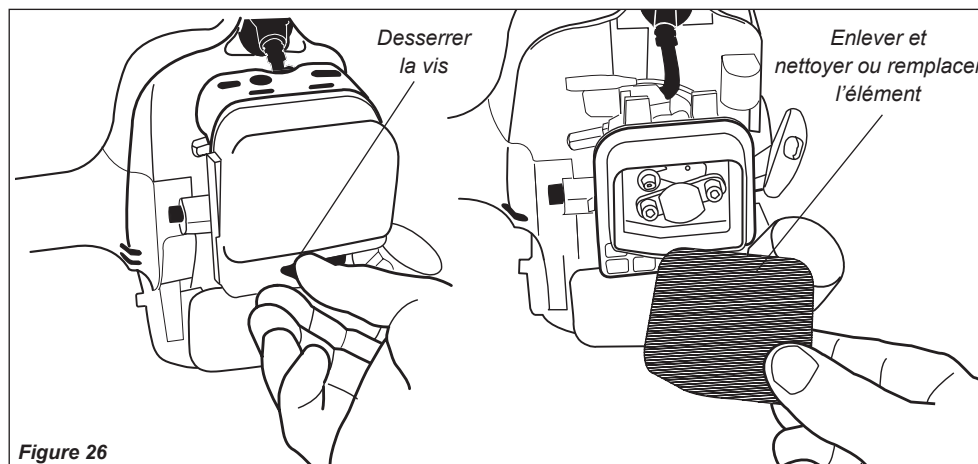

Figure 26
■ Nettoyer le filtre à air. Voir figure 26. Nettoyer ou remplacer selon le cas. Pour nettoyer le filtre à air : le laver abondamment avec de l'eau savonneuse. Laisser sécher avant de réinstaller.